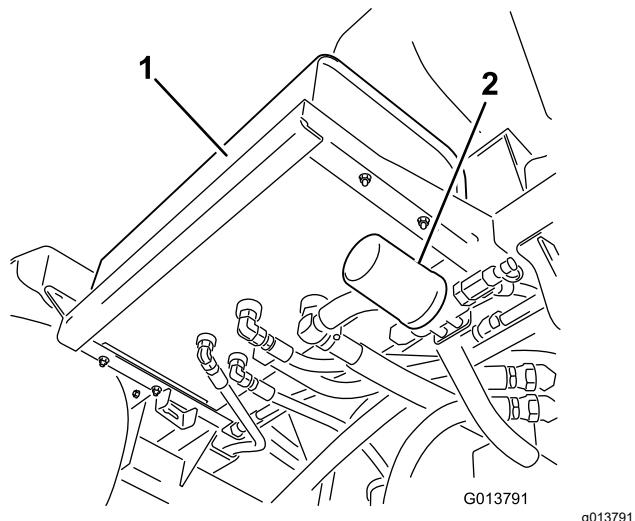
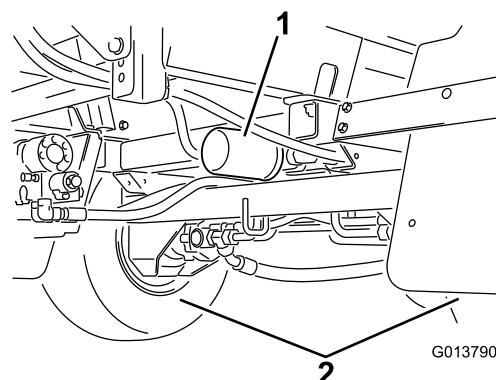

図 104
図 105
2. 車体についている2つの油圧フィルタを両方とも取り外す **図 104** と **図 105**。